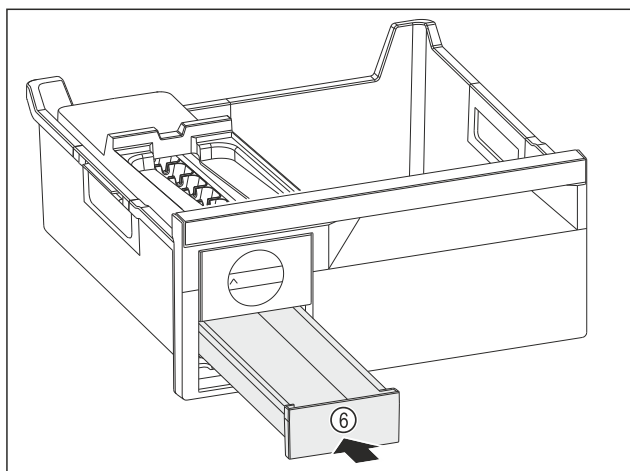

Fig. 176
- Insérer le compartiment à glaçons Fig. 176 (6).